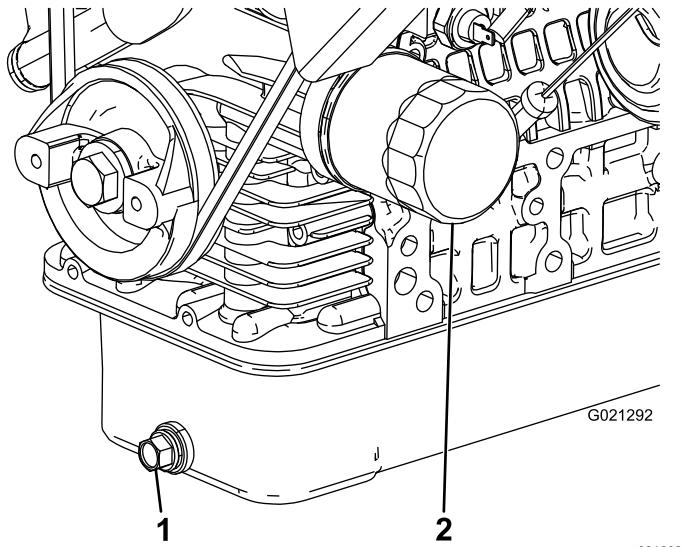

Figura 36
2. Retire el tapón de vaciado y deje fluir el aceite a un recipiente apropiado (Figura 36).
- 4. Retire el filtro de aceite (Figura 36).